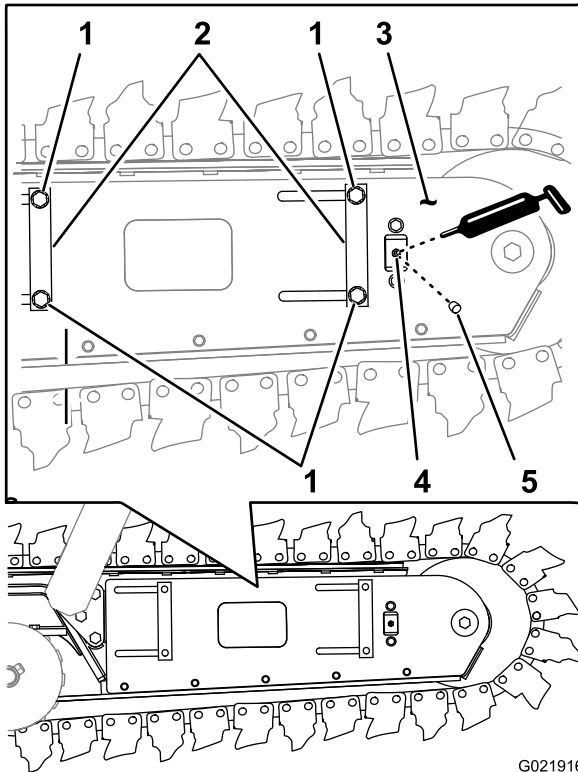

Figure 34
1. Localisez le capuchon antipoussière du graisseur sur la plaque latérale du côté gauche de l'élinde (Figure 34).
2. Nettoyez la surface autour du capuchon antipoussière avec un solvant de nettoyage (Figure 34).
3. Avec une pince à becs longs, tournez le capuchon antipoussière dans le sens antihoraire et déposez-le du graisseur (Figure 34).
- 4 boulons pour l'élinde courte (Figure 34)